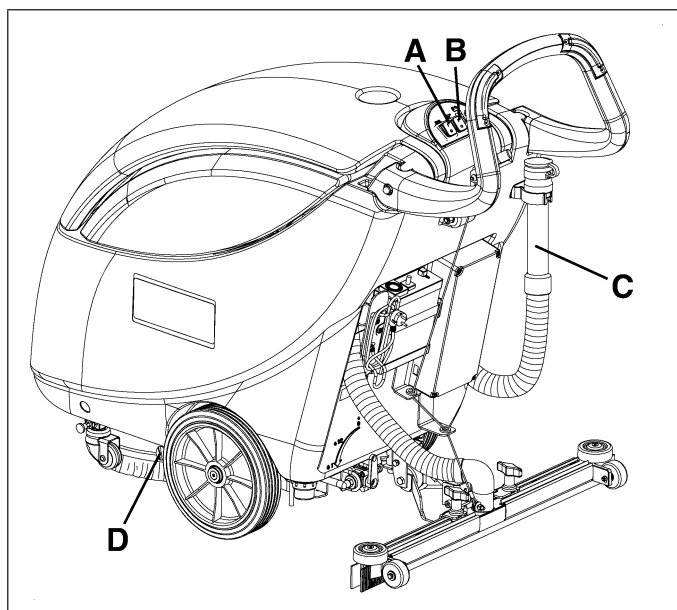
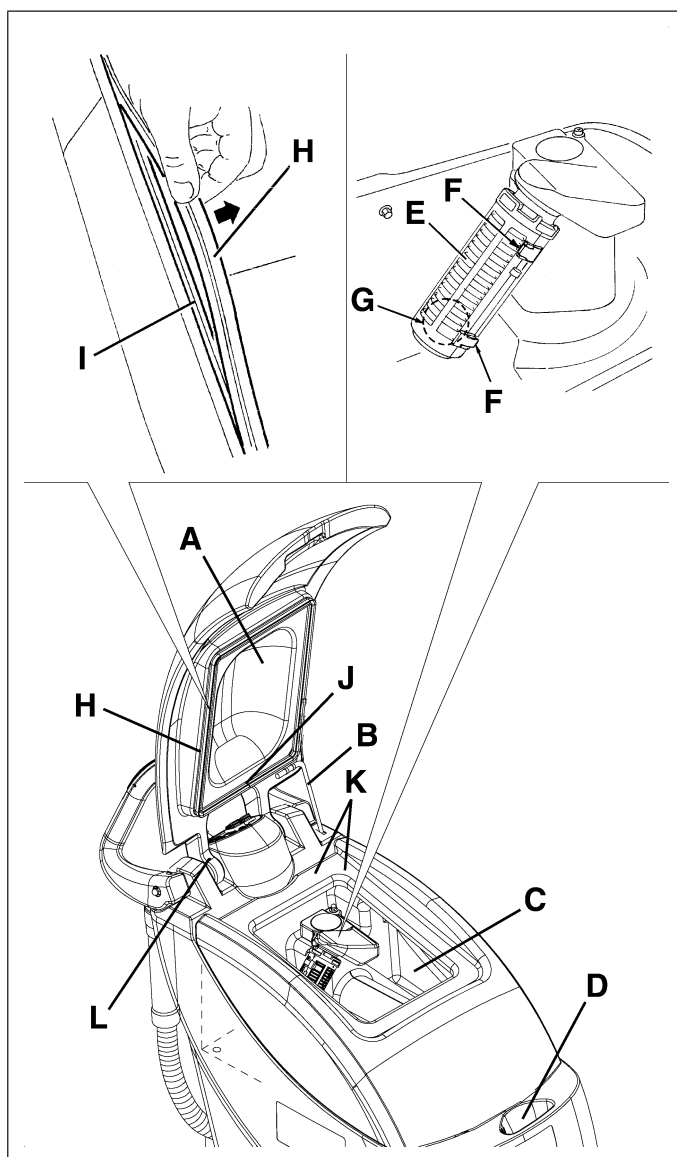

Figure 26
Figure 27
2. Controlar que los interruptores (A y B, Fig. 26) estén en posición "0".
3. Levantar la tapa (A, Fig. 27) e introducir el soporte (B) de la tapa, luego lavar con agua limpia la tapa misma, los depósitos (C y D) y la rejilla de aspiración (E). Descargar el agua de los depósitos mediante el tubo (C, Fig. 26) y la válvula (D).
4. Si necesario, desenganchar los retenes (F, Fig. 27) y abrir la rejilla (E), luego quitar el flotador (G), limpiar la partes con cuidado, luego montar de nuevo.
5. Controlar la integridad de la guarnición (H, Fig. 27) de la tapa del depósito del agua de recuperación.
*La guarnición (H, Fig. 27) causa la formación de vacío en el depósito, necesario para la aspiración del agua de recuperación.*
Si necesario, sustituir la guarnición (H, Fig. 27) de su alojamiento (I) para sustituirla.
6. Controlar que toda la superficie perimetral (K, Fig. 27) de apoyo de la guarnición (H) no esté dañada y que sea adecuada para la estanqueidad de la guarnición misma.
7. Controlar que el orificio de ventilación (L, Fig. 27) no esté obstruido; de lo contrario, limpiarlo.
*El orificio (L, Fig. 27) permite la compensación de aire en el intersticio de la tapa, causando la formación de vacío en el depósito.*
8. Cerrar la tapa (A, Fig. 27) tras haber quitado el soporte (B) de la tapa.